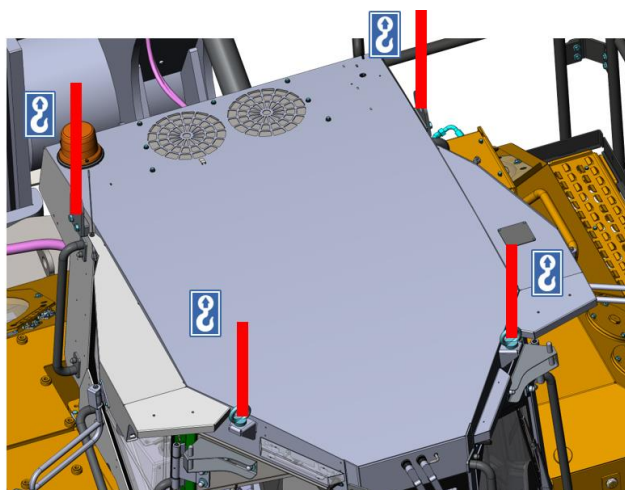

Рисунок 5.34. Демонтаж кабины оператора с трактора
- ▶ Используя грузоподъемное оборудование произвести предварительное натяжение строп и немного приподнять кабину, рис. 5.34.
- ▶ Используя грузоподъемное оборудование поднять кабину и установить на трактор, рис. 5.34. Отцепить от задних проушин грузоподъемные стропы. Передние стропы не отцеплять.